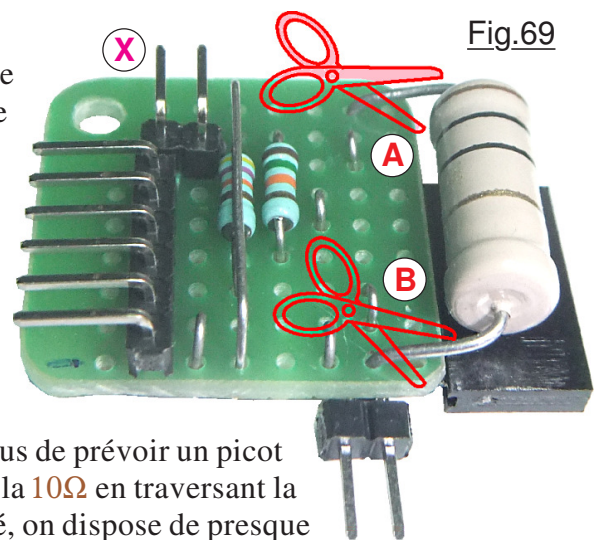
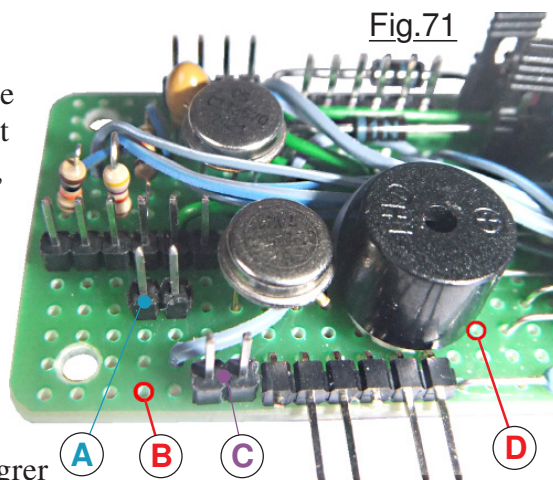

Fig.69
Fig.71
**C**hanger l'emplacement et le type de composant impose un peu de chirurgie dont la Fig.69 symbolise le principe d'action. On retire la résistance actuelle en coupant ses fils rigides de liaison. En **B** on peut constater en consultant la fiche nommée **Plan de câblage des divers modules** que seul le connecteur sera utilisé. J'ai donc coupé ma résistance au raz de la plaque cuivrée. En **A** une liaison filaire "de forte section" sera reliée à la résistance de 10Ω. Sur le prototype le fil rigide du composant a été couté assez haut au dessus de la plaque pré-percée pour pouvoir faciliter la soudure de cette liaison filaire. Pour votre part, contentez-vous de prévoir un picot de soudure, ou soudez directement le petit fil qui sera relié à la 10Ω en traversant la plaque sur l'un des trous disponibles. Ce module étant achevé, on dispose de presque tous les éléments qui seront intégrés dans le coffret. Avant de passer à cette phase finale du projet, réalisons en préambule l'usinage du support des résistances de puissance. (Voir aussi l'Image52.JPG.)
**D**ésolé chères lectrices et chers lecteurs, mais avant de pouvoir passer à la réalisation du coffret, chapitre d'autant plus attendu qu'il constitue l'achèvement matériel de ce projet, je me sens obligé d'ouvrir une parenthèse pour apporter quelques petites précisions que je crois indispensables. Nous savons que ce didacticiel n'a pas été rédigé lorsque l'appareil était entièrement achevé et parfaitement au point. Il faut savoir que pratiquement une année a été investie pour le développement complet. Attendre la fin pour tout rédiger serait infiniment trop indigeste. Aussi, la rédaction du tutoriel est conduite "en temps réel", et du coup la narration n'est pas linéaire et peut intégrer des atermoiements. Ce chapitre sert à décrire quelques petits détails pour m'assurer que l'intégralité des explications vous sera disponible si vous franchissez le pas. Commençons par la Fig.71 qui montre en gros plan en **A** le connecteur HE14 à deux broches qui va sur celui noté **X** en Fig.69 de la page 38. Sur cette photographie il manque encore un petit fil souple qui relie **B** et **D** pour amener **GND** sur la broche de gauche du HE14 situé en **A**. En **C** on retrouve le connecteur qui pont